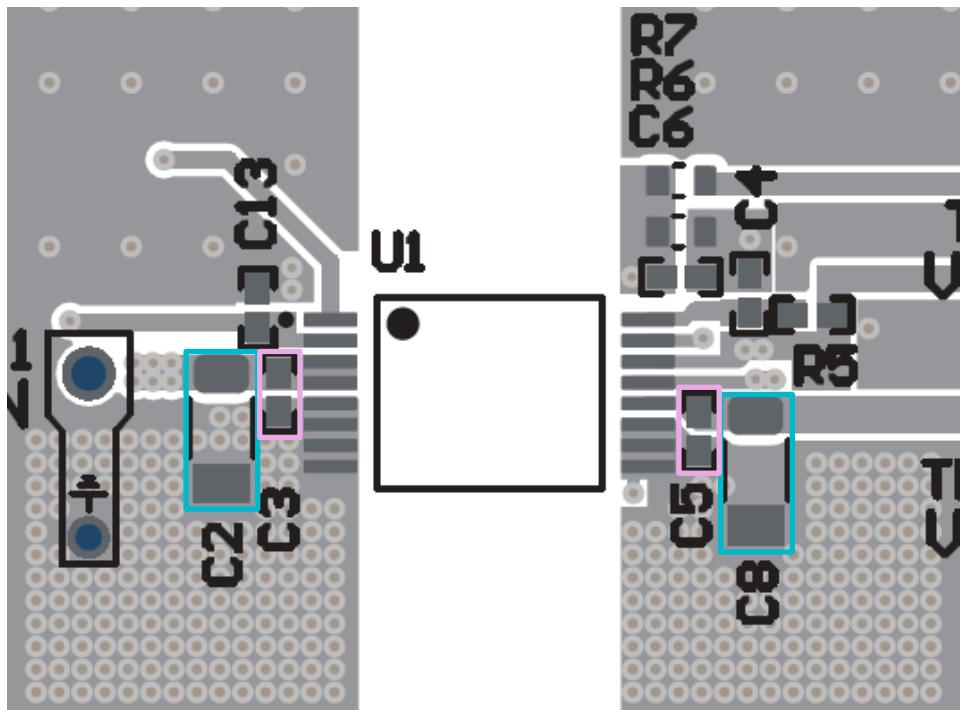

図 8-5. VIN (C2、C3) と VDD (C5、C8) コンデンサ
- b. 図 8-5 に示すように、バルク VIN コンデンサ (C2) は可能な限り近く、 $0.1\mu F$ 高周波バイパスコンデンサ (C3) と平行に、PCB 上で IC と同じ側に配置します。
2. パワー グッドピン デカッピング コンデンサ: デカッピング コンデンサは、ピン 2 (パワーグッドピン) の近くに、PCB の UCC34141-Q1 と同じ側に配置する必要があります。図 8-5 に示す C13 の配置を参照してください。
- b. 図 8-5 に示すように、バルク VDD - COM コンデンサ (C8) は可能な限り近く、 $0.1\mu F$ 高周波バイパスコンデンサ (C5) と平行に、PCB 上で IC と同じ側に配置します。